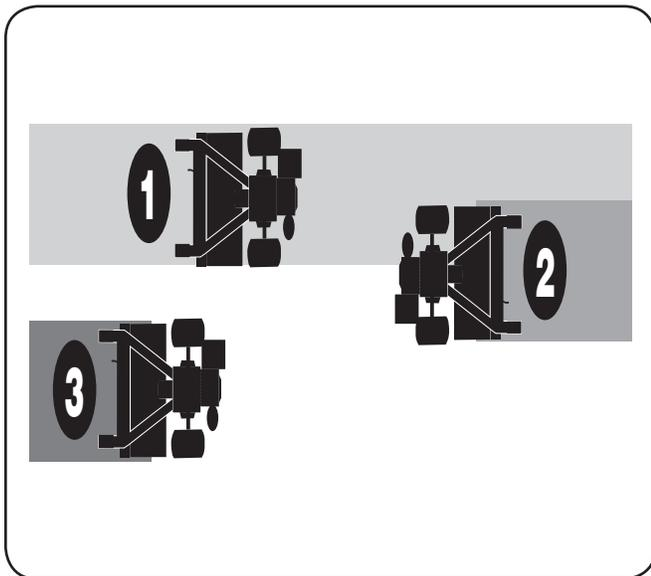

Figure 5-6
- S'il n'est pas possible de labourer le sol en longueur et en travers, chevauchez la première rangée d'une demi-largeur de motoculteur, puis chevauchez les rangées suivantes d'un quart de largeur de motoculteur. Voir Figure 5-6.